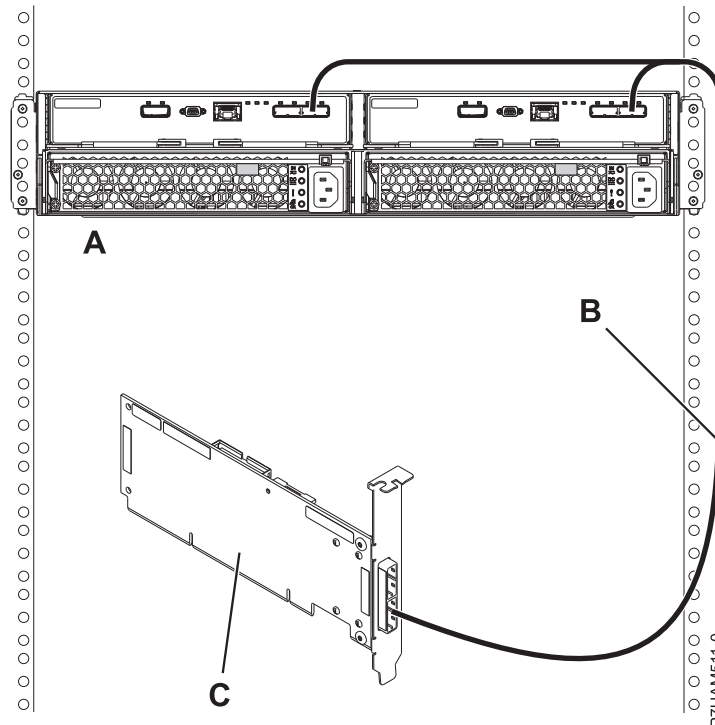

図 36. 単一 SAS アダプターへの YO ケーブルを使用した、1 台の 5887 ディスク・ドライブ・エンクロージャー のモード 1 接続
12. 単一 SAS アダプター (C) への YO ケーブル (B) を使用した、1 台の 5887 ディスク・ドライブ・エンクロージャー (A) のモード 1 接続を行います。図 36 を参照してください。